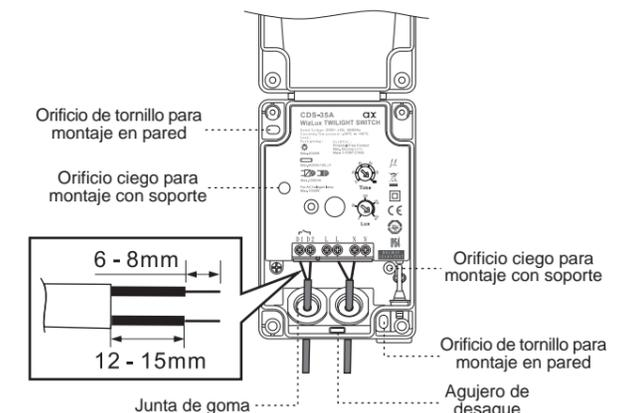

FIG.5
3.3.1.2 Pase los cables a través de las juntas de goma, y siga los diagramas de conexión indicados anteriormente (ver FIG.3-A & 3-B & FIG.5), insertando los cables de alimentación dentro de su terminal correspondiente.